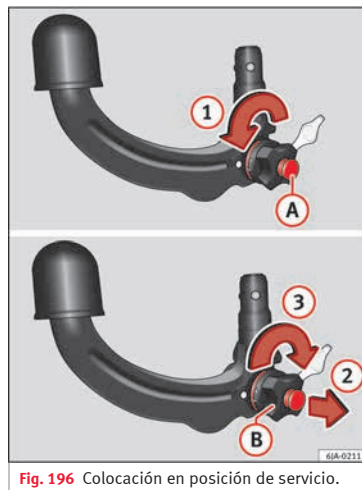

Fig. 196 Colocación en posición de servicio.
- Gire la llave **A** en el sentido de la flecha **1** hasta el tope » **fig. 196**.